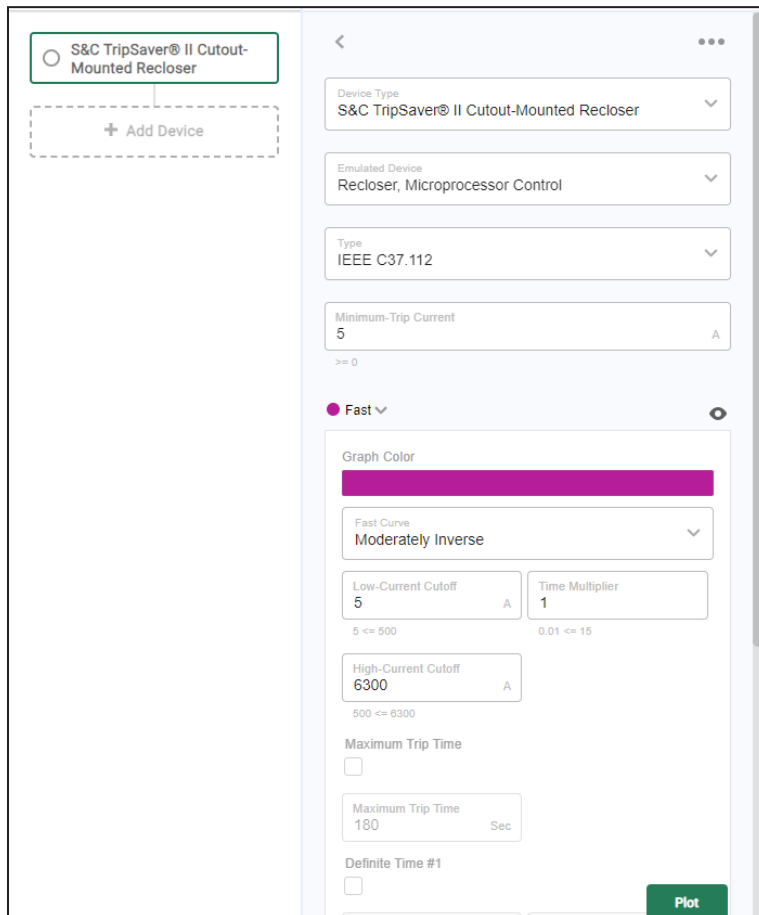

Figura 20. Ajustes de configuração da curva Fast.
PASSO 2. Selecione os parâmetros apropriados para as curvas TCC Fast e Slow. Ver Figura 20.